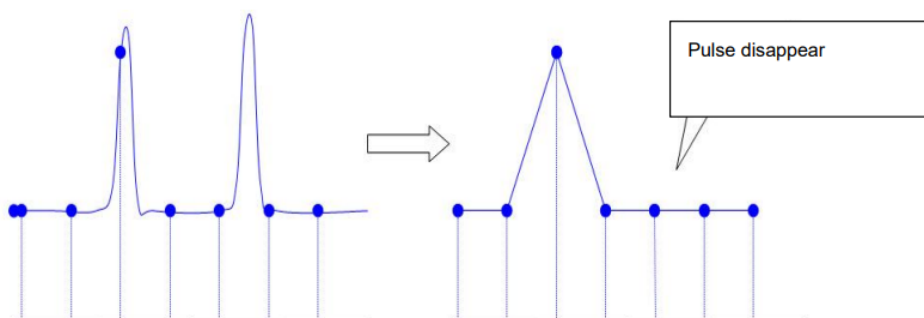

Рис. 10-3. Пример исчезновения импульсов при низкой частоте выборки; подпись: «Pulse disappear» — «Импульс исчез»
- c) Потеря элементов сигнала (Waveform Leakage): Из-за низкой частоты выборки восстановленная форма волны не отражает реальный сигнал. (См. рисунок 10-3)